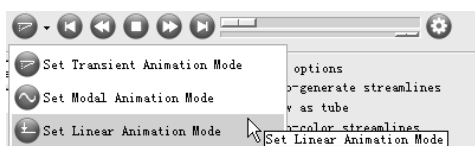
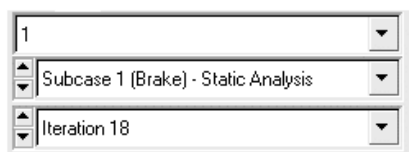

图 8-26 动画模式
图 8-27 选择 Iteration 18
(8) 单击工具栏 Deformed (🔧) 按钮。
(9) 在 Result type: 栏中选择 Displacement [v]，在 Scale: 栏中选择 model units，在 Type: 栏中选择 Uniform。
(10) 在 value: 栏中输入 10，即最大位移为 10 个模型单位，其他位移按比例放大。
(11) 在 Undeformed shape: 下面单击 Show 旁的下拉菜单，选择 Wireframe。
(12) 单击 Apply 按钮。窗口图形区出现了模型变形云图，表面是最初的未变形的网格。
(13) 在动画模式中选择 Linear Static，如图 8-26 所示。
(14) 单击▶启动模型动画。显示第一个子工况 brake 变形动画，请思考下列问题。
(15) 在 Result browser 中选择 Iteration 18，如图 8-27 所示。